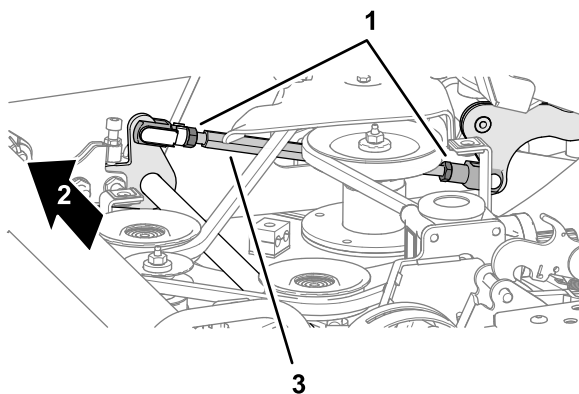

図 129
B. デッキの左右で、デッキ傾斜アジャスタ 図 128と 図 129のジャムナットをゆるめる。